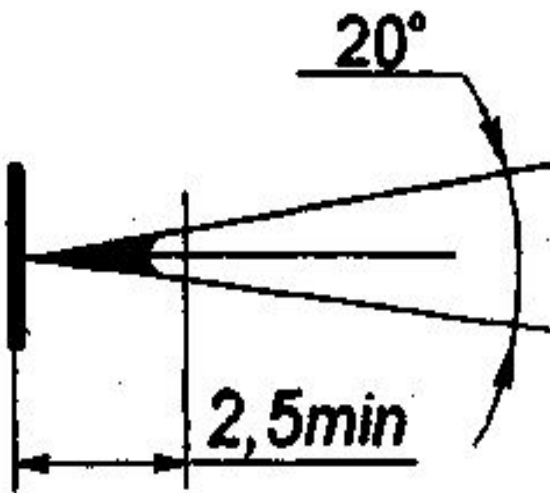

Рис. 5
- Форма стрелки показана на рис. 5. Размер стрелок следует выдерживать приблизительно **2,5mm** на всём чертеже.